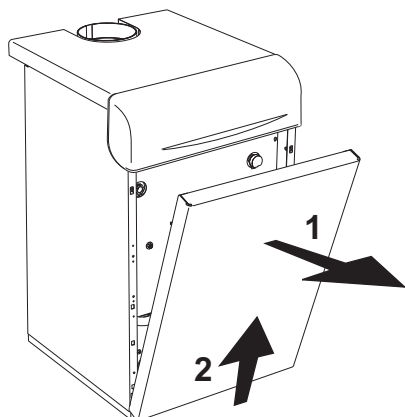

fig. 64 - Ouverture du panneau avant
Pour ouvrir le panneau avant de la chaudière, voir la séquence indiquée fig. 64.
- Ôter le panneau avant de la chaudière (fig. 64).